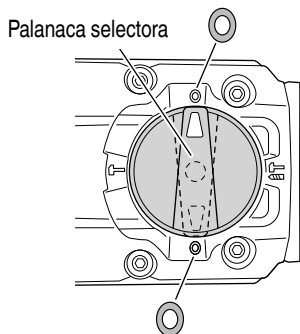

Fig. 24
- (2) Cuando fije las posiciones de trabajo de herramientas tales como cortafío, etc.
- Gire la palanca selectora. Alinee las marcas ▲ de la palanca selectora y ● de la tapa de la manivela como se ilustra en la Fig. 24.